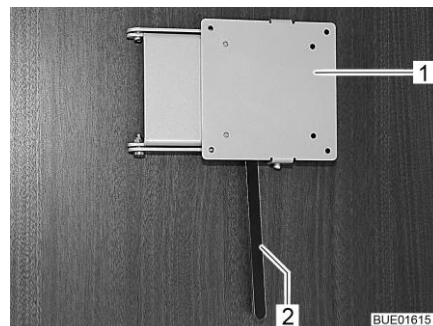

Fig. 92 Supporto con leva di sbloccaggio
- Spingere di lato la leva di sbloccaggio (Fig. 92,2) e ruotare il supporto (Fig. 92,1) con lo schermo piatto nella posizione desiderata.
- Riportare indietro lo schermo piatto finché il supporto (Fig. 92,1) non si innesta nel bloccaggio.